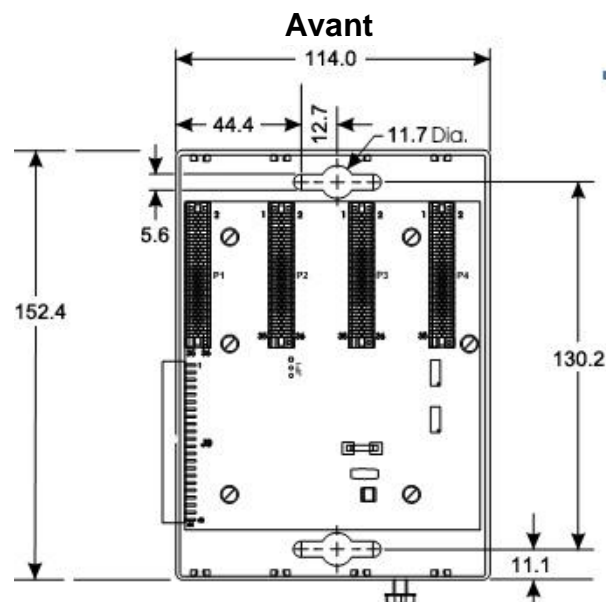

Figure 3. Dimensions du boîtier d'extension à 4 emplacements ControlWave Micro (en millimètres)
- Boîtier d'extension.** Positionnez le boîtier d'extension à la droite du boîtier de base et repérez l'emplacement des orifices de fixation en utilisant le boîtier d'extension comme modèle (voir *Figure 3* pour les dimensions).